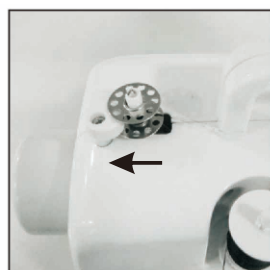

Fig. 22
3. Sätt spolen på spolpien, snurra tråd medurs runt spolen ett flertal gånger (fig.22).